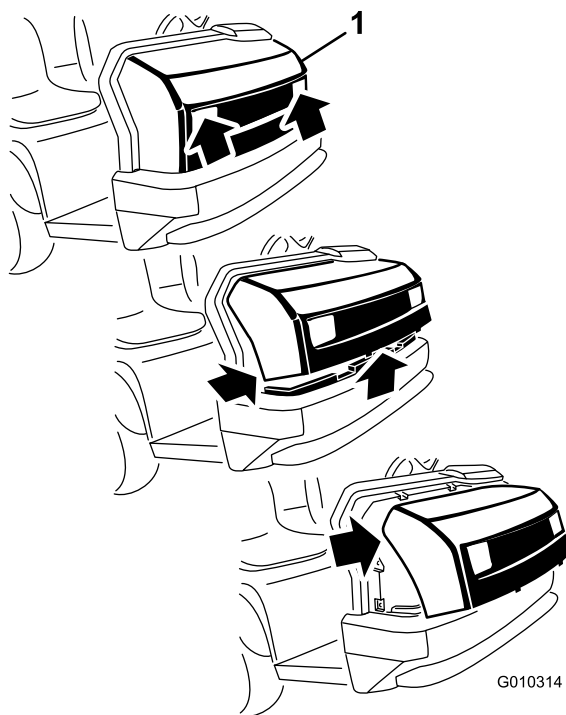

Figura 35
1. Segurando firmemente no capot pelas aberturas dos faróis, eleve o capot para soltar as patilhas de montagem inferiores das ranhuras da estrutura (Figura 35).
2. Desloque a parte inferior do capot para cima até ser possível retirar as patilhas de montagem superiores das ranhuras da estrutura (Figura 35).
3. Incline a parte superior do capot para a frente e desligue os conectores de fios dos faróis (Figura 35).
2. Insira as patilhas de montagem superiores nas ranhuras da estrutura (Figura 35).
3. Insira as patilhas de montagem inferiores nas ranhuras da estrutura (Figura 35).